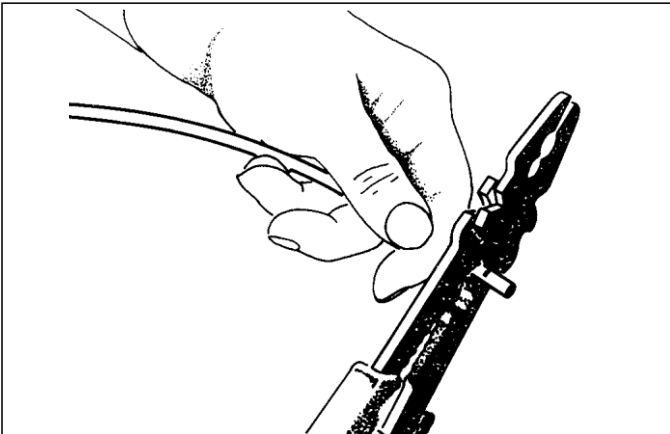

Figura 15-64 Pelacables
4. Prende el empalme de metal. Ver Figura 15-64